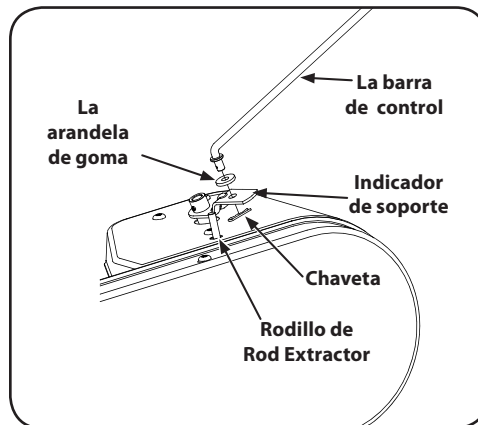

Figura 5-1
3. Retire el broche de chaveta y la arandela de resorte de la varilla de la polea loca. Vea la Figura 5-1.